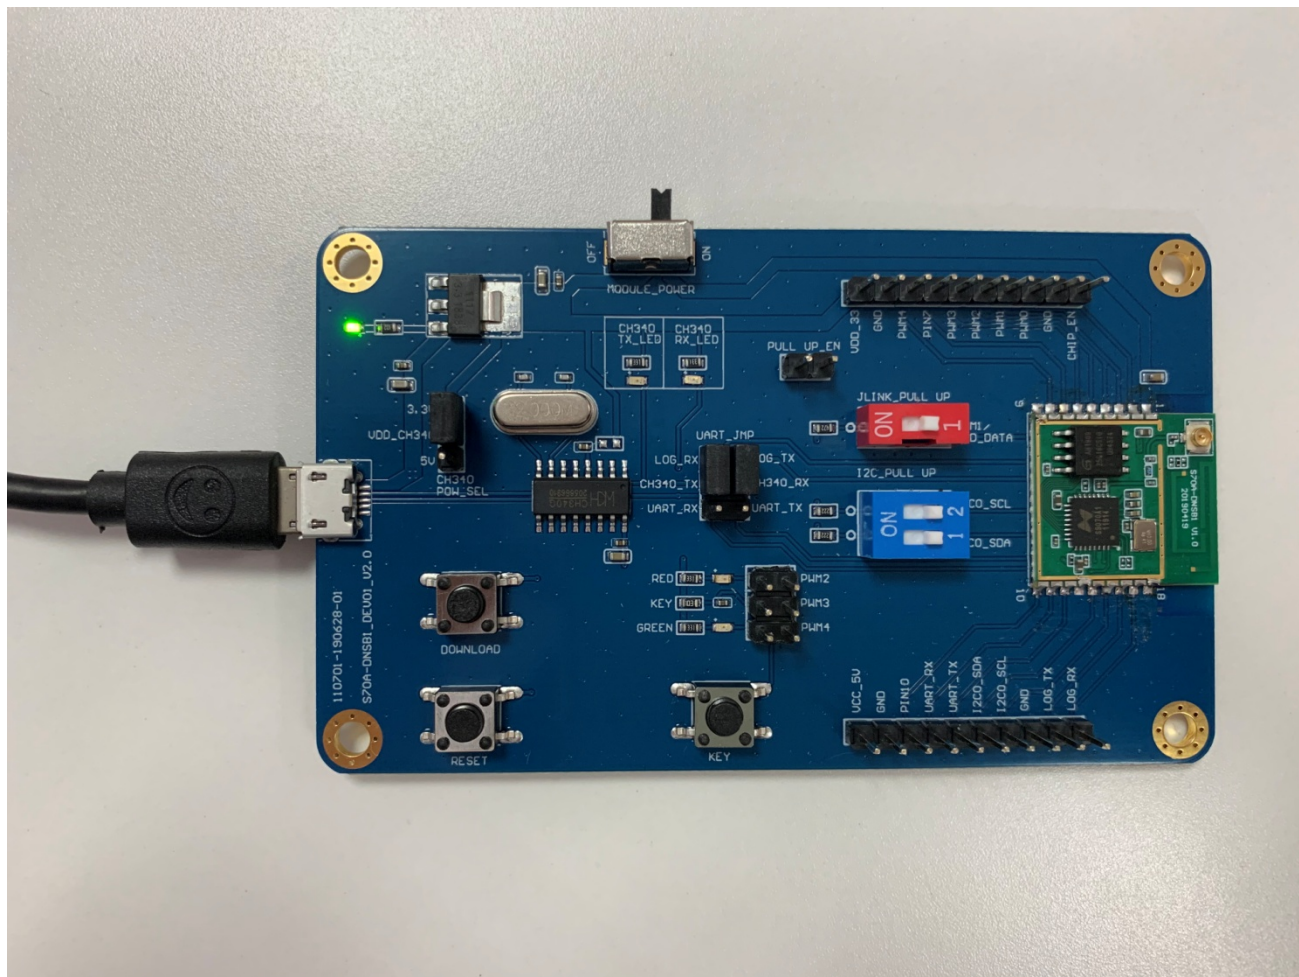

图 4-7
6、按住开发板上 DOWNLOAD 按键，然后打开电源开关（将拨动开关拨到 ON 侧），再松开 DOWNLOAD 按键，开发板状态如图 4-7；